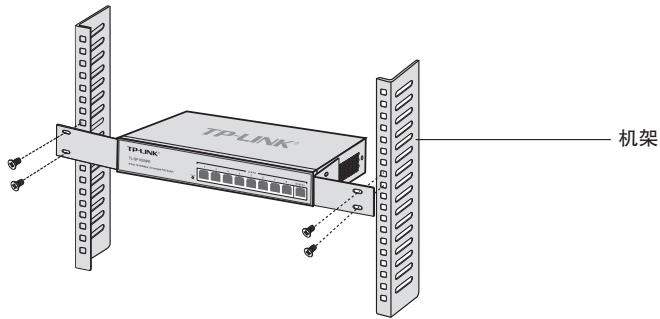

图2-3 机架安装示意图
4. 用螺钉将L型支架固定在机架两端固定的导槽上, 确保交换机稳定、水平地安装在机架上, 如图2-3所示。